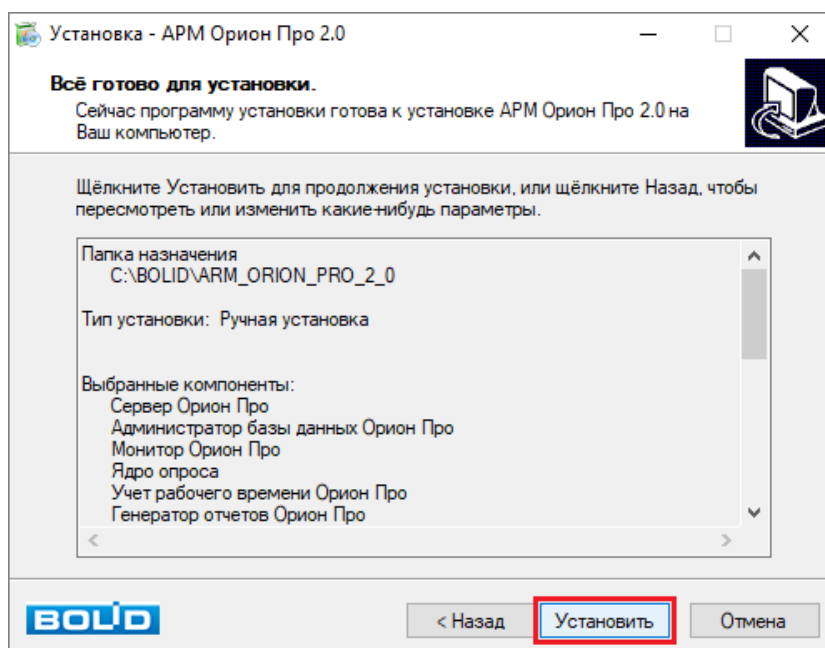

Рисунок 2-40 Подтверждение установки ПО
- 12) На новой странице Мастера установки ПО отобразится сводная информация о подготовленном к установке ПО, в том числе список устанавливаемых компонентов. Проверьте корректность выбора папки для установки, типа установки и компонентов. Для запуска процесса установки ПО нажмите кнопку «Установить» (см. Рисунок 2-40);